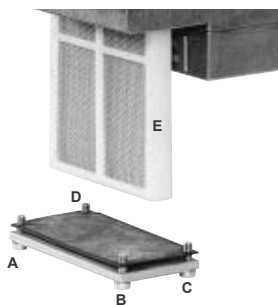

Fig. 32
- 2 Rimuovere le viti A ÷ D (Fig. 32).
- 3 Sostituire la cartuccia del filtro E (Fig. 32).